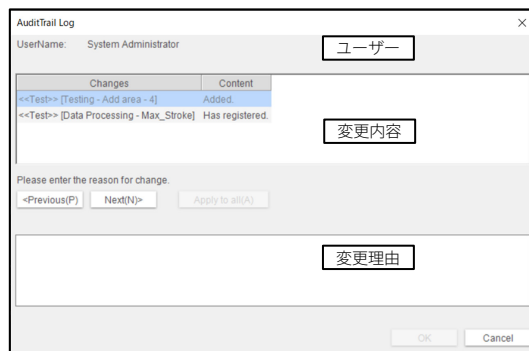

図9 オーディットトレイルログ画面
- 試験条件の変更時、変更したユーザーや内容、理由を時系列で保存するオーディットトレイル (図9)